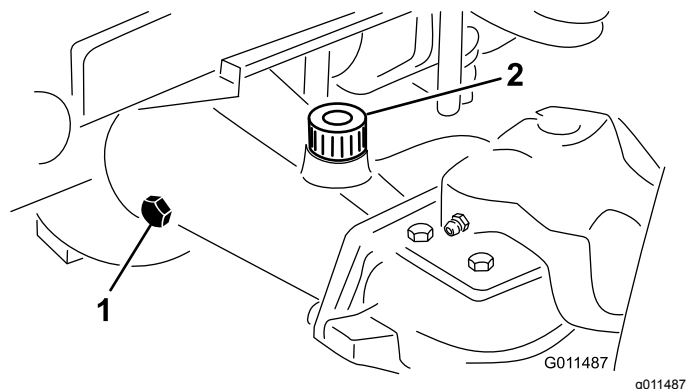

Figura 17
2. Retire un tapón de verificación de un extremo del eje y asegúrese de que el lubricante llega al borde inferior del orificio (Figura 17).